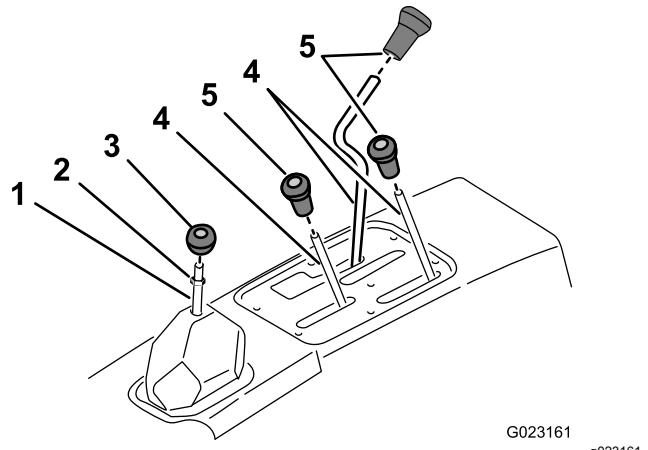

Figura 2
1. Svitate e togliete tutte le manopole dalle leve della consolle e dalla leva del cambio (Figura 2).
2. Togliete il controdado dalla leva del cambio (Figura 2).